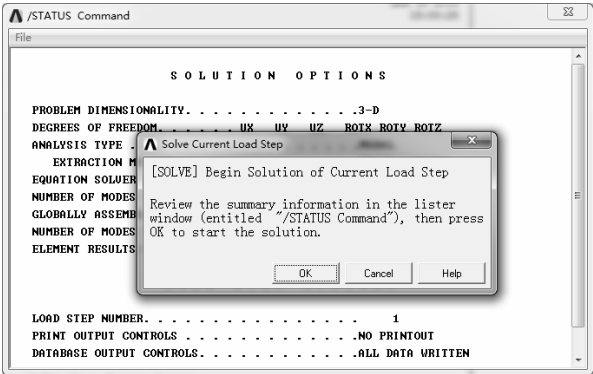

图 7-148 求解信息窗口
1) 选择“Main Menu>Solution>Solve>Current LS”命令，弹出图 7-148 所示的求解信息窗口，其中“/STATUS Command”窗口显示所计算模型的求解信息和载荷步信息。